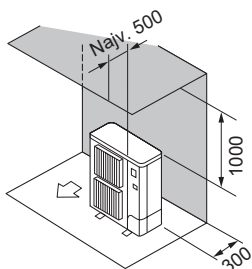

Fig. 2-7
- ② Prepreke samo na stražnjoj strani i odozgo (Fig. 2-7)